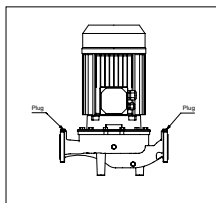

FIG 4: Pluggar krävs för att kontrollera vätskenivån i pumpen
- Skruva loss den sexkantiga tappen som sitter överst på pumpkroppen (FIG 4).